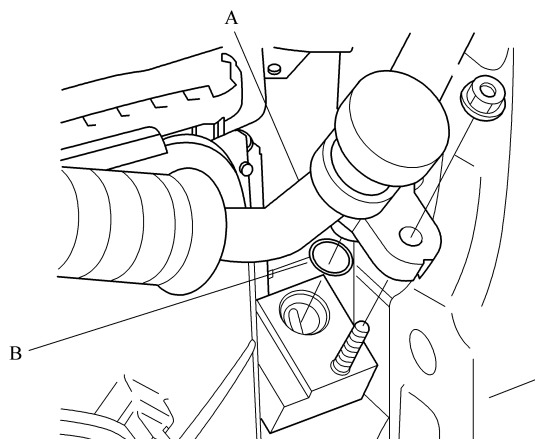

图 3-19 断开排液软管
3) 拆下螺母, 然后从冷凝器上断开排液软管 A, 从排液软管上拆下 O 形圈 B, 如图 3-19 所示。